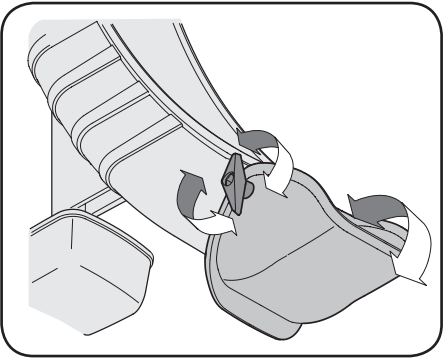

Figure 2-40
1. Desserrez le bouton sur le côté gauche de la goulotte d'éjection pour la régler. Voir la Figure 2-40.